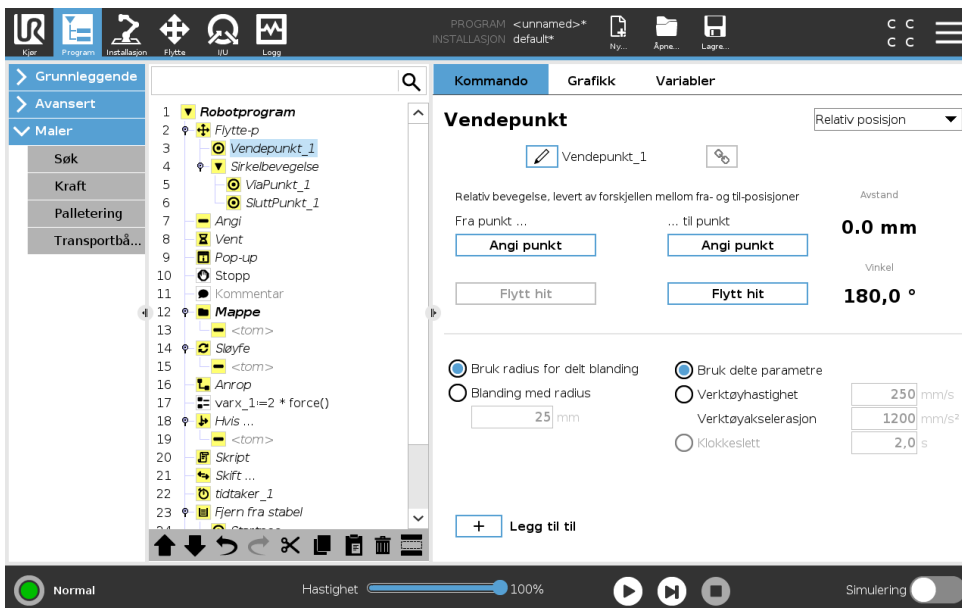

Figur 15.6: Leddrom (MoveJ) vs. kartesisk rom (MoveL) bevegelse og blanding.
- **Blandinger som involverer MoveJ** MoveJ-blandinger gir en jevn kurve i leddrommet. Dette gjelder blandinger fra MoveJ til MoveJ, MoveJ til MoveL og MoveL til MoveJ. Blandingen gir en jevnere og raskere bane enn bevegelsene uten blanding (se figur 15.6). Hvis hastighet og akselerasjon brukes til å spesifisere hastighetsprofilen, forblir blandingen innenfor blandingsradiusen under blandingen. Hvis du bruker *tid* i stedet for *hastighet* og *akselerasjon* for spesifisering av hastighetsprofilen for begge bevegelser, er overskridelser mulige slik at banen følger den opprinnelige MoveJ. Når begge bevegelsene er tidsbegrensende, spares ikke tid ved å velge blandinger.